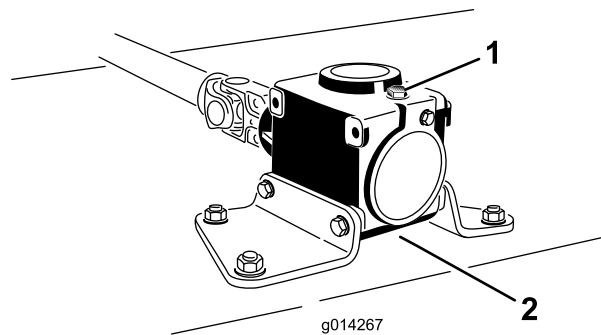

Figura 18
6. Togliete il tappo di riempimento/asta di livello da sopra gli ingranaggi (Figura 18) e verificate che il lubrificante si trovi tra i segni riportati sull'asta.
6. Togliete l'asta di livello/tappo di riempimento da sopra gli ingranaggi (Figura 18).